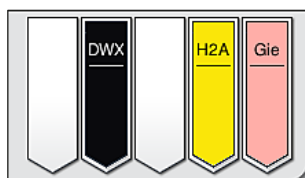

Рис. 89
- После того, как штатив пройдет процесс окрашивания, он будет перемещен в разгрузочное устройство и установлен в свободное гнездо (→ "Рис. 19-4") (→ "Рис. 89"). Пользователь будет информирован об этом с помощью соответствующего информационного сообщения и звукового сигнала.